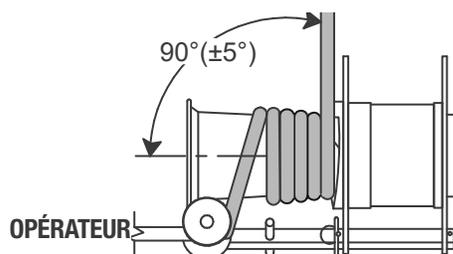

Figure 2 : Acheminement de la corde sur le tire-câble
10. Installer le support du tire-câble aussi près que possible du conduit afin de réduire au minimum la corde exposée ou, dans le cas du MVB, la corde fixée à l'ouverture du conduit. Le tire-câble doit être positionné de manière à ce que le câble soit proche du cabestan d'environ 90° (±5°). Les angles d'approche en dehors de cet intervalle peuvent provoquer un chevauchement de la corde. (Fig. 2)